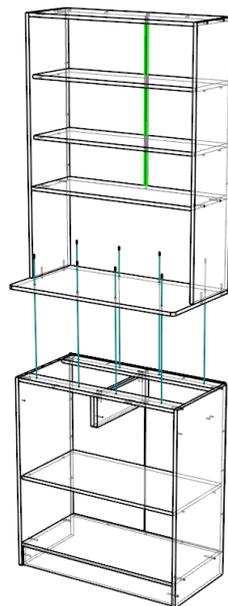

Рис.3
3. Соединяем две готовые конструкции между собой с помощью шурупов 3,0*30 прикрутив крышку 12 снизу к планкам 5, как показано на рис.3.